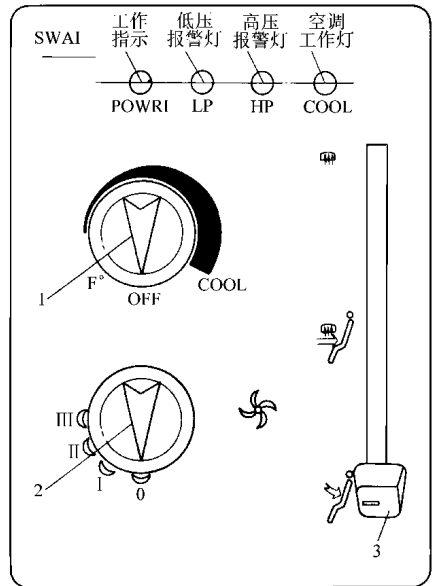

图 1-26 前空调控制开关
(12) 前空调控制开关,如图 1-26 所示。1 为制冷量控制钮,可根据环境温度的需要,顺时针旋转到适合位置。2 为鼓风机风量调整钮,顺时针旋转到所需要的档位。3 为送风方式调整钮,按需要进行调整。